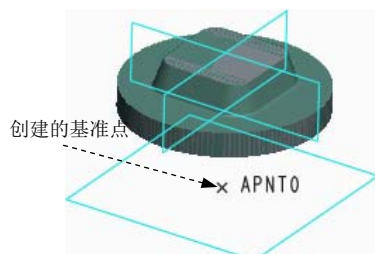

图 7.4.7 创建基准点
Step6. 创建基准点 APNT0。在“操作”操控板单击  按钮, 在弹出的菜单中选择  命令, 系统弹出“基准点”对话框。按住 Ctrl 键依次选取 NC_ASM_RIGHT、NC_ASM_FRONT 和 ADTM1 三个基准平面为参考平面, 单击 **确定** 按钮创建点 APNT0, 如图 7.4.7 所示。